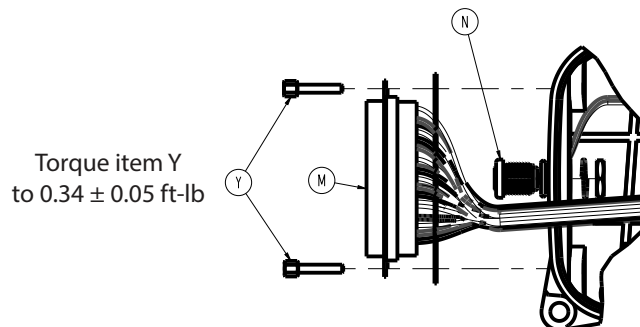

Figure 11 – Configuration du câble à 37 broches
5. À l'aide de la douille de 3/16 po et de la clé à cliquet de 1/4 po, retirer et jeter la vis de calage (Y) (Figure 11).
8. À l'aide de la douille de 3/16 po et de la clé à cliquet de 1/4 po, retirer les deux vis de calage (Y) qui fixent le câble à 37 broches (M) (Figure 11). Conserver les vis.
9. Déplacer le câble à 37 broches vers le côté pour accéder à l'écrou du câble d'alimentation (N) (Figure 11).